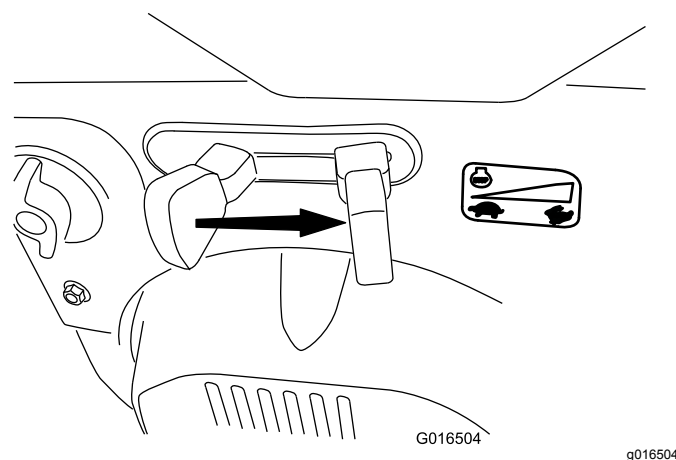

Рисунок 23
6. Установите регулятор дроссельной заслонки в положение FAST (БЫСТРО) (Рисунок 23).